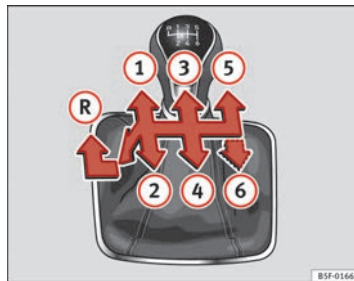

Fig. 93 Schéma d'une boîte mécanique 5 vitesses ou 6 vitesses. ►
Les positions de chacune des vitesses sont représentées sur le levier de vitesses → fig. 93.
- Déplacez le levier de vitesses complètement vers la gauche et ensuite vers l'avant pour le placer en position de marche arrière → fig. 93 (R).